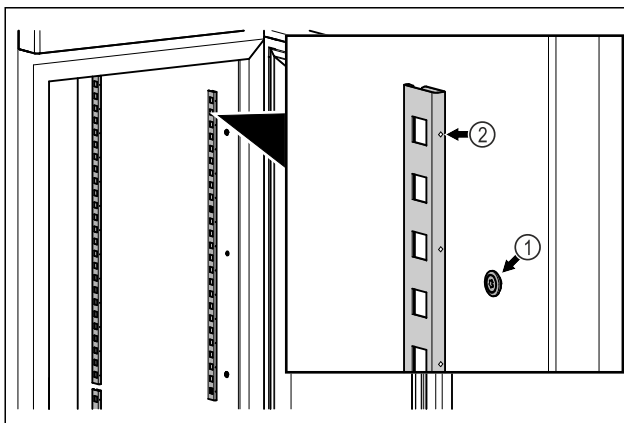

Fig. 48 Beispielhafte Darstellung
- Rastenleisten in Aufhängung Fig. 48 (1) einhaken. Markierung Fig. 48 (2) muss nach vorne zeigen.